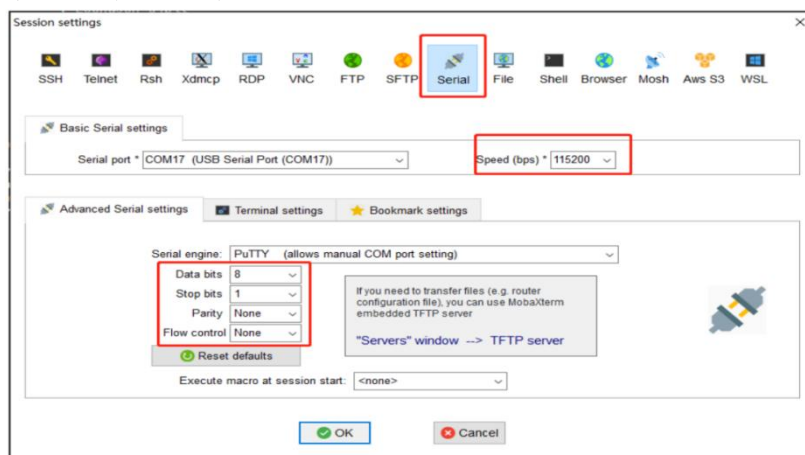

图 3-2 MobaXterm 设置
- (1) 下载安装 MobaXterm
- (2) 使用如图 3-2 设置，单击“OK”